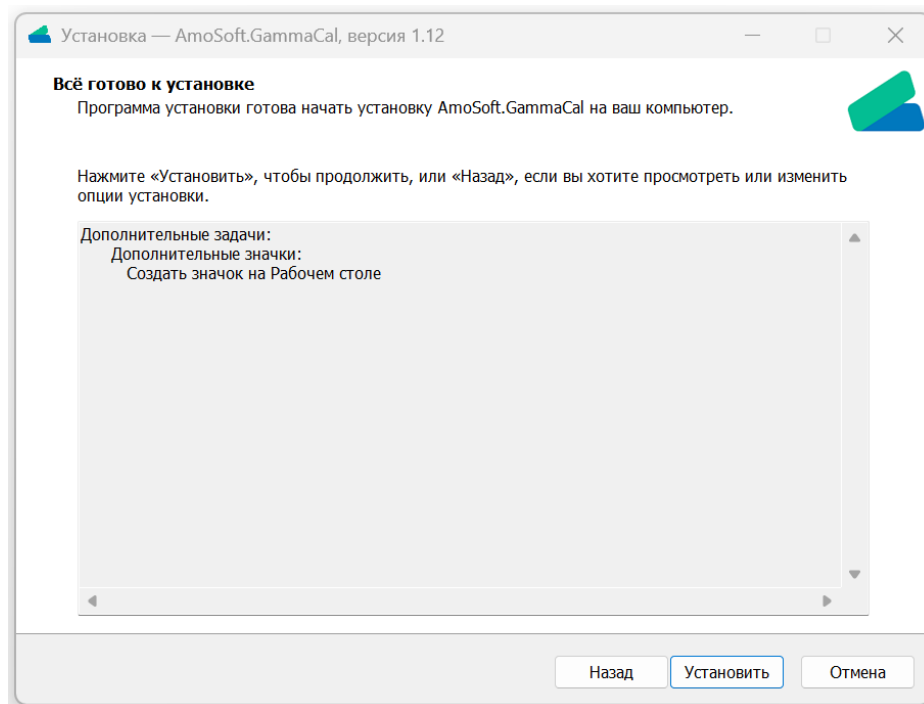

Рисунок 3 – продолжение установки ПО “GammaTest”
3. Далее нужно нажать на кнопку “Установить”, либо на другие кнопки (см. рисунок 3).